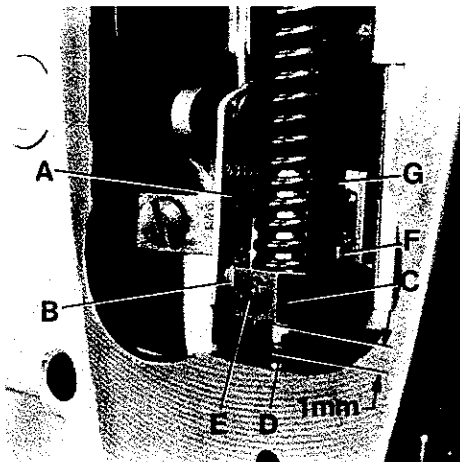

Fig. 44
With needle bar at bottom of stroke and presser foot resting squarely on throat plate, there should be a minimum clearance of 0.5 mm (.020 in.) between slot end of link (A, Fig. 44 and 44A) and shank screw (B) in presser bar connection and guide (C) when the foot lifter lever is released. At this time, there should also be at least 1 mm (.040 in.) clearance between bottom of presser bar connection and guide (C, Fig. 44) and top of presser bar bushing (D).
Bei am unteren Hubende stehender Nadelstange und direkt auf der Stichplatte aufliegendem Drückerfuß, soll zwischen dem Schlitzende des Gelenks (A, Fig. 44 und 44A) und der Zapfenschraube (B) und Führung (C) ein Mindestabstand von 0,5 mm sein, wenn der Fußlifterhebel losgelassen ist. Gleichzeitig muß zwischen der Unterseite der Drückerstangen-Verbindung und Führung (C, Fig. 44) und der Oberseite der Drückerstangenbuchse (D) ein Abstand von mindestens 1 mm sein.
With the presser foot resting squarely on throat plate loosen set screw (E, Figs. 44 and 44A) in presser bar connection and guide (C) and nut (F) and adjust long stop screw (G) against the bed casting to ensure the described clearances. Retighten set screw (E) and nut (F).
Bei direkt auf der Stichplatte aufliegendem Drückfuß lösen Sie den Gewindestift (E, Fig. 44 und 44A) in der Drückerstangenführung (C) und die Mutter (F) und stellen die lange Anschlagsschraube (G) gegen den Gehäuseguß um die beschriebenen Abstände zu erhalten. Ziehen Sie den Gewindestift (E) und die Mutter (F) wieder an.